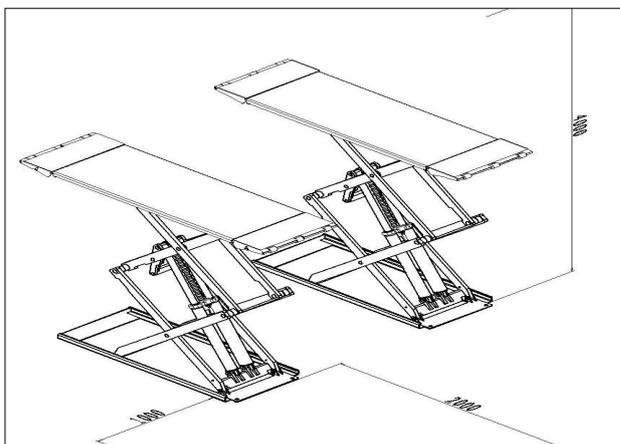

Figura 11
- O elevador do carro deve ser instalado de acordo com as distâncias de segurança específicas das paredes, colunas e do que outros equipamentos. (Figura 11)